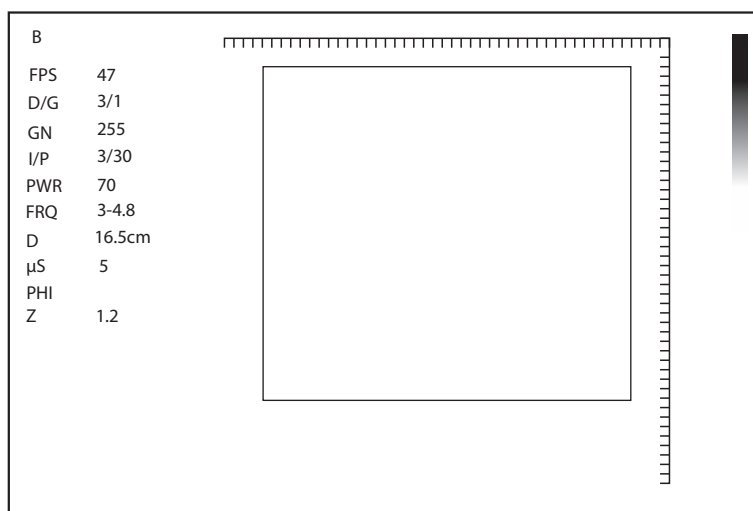

Рисунок 6-46 Экран панорамной визуализации в реальном времени
5. Нажмите клавишу , чтобы зафиксировать изображение, и изображение отобразится во весь экран, как показано на Рисунок 6-46.